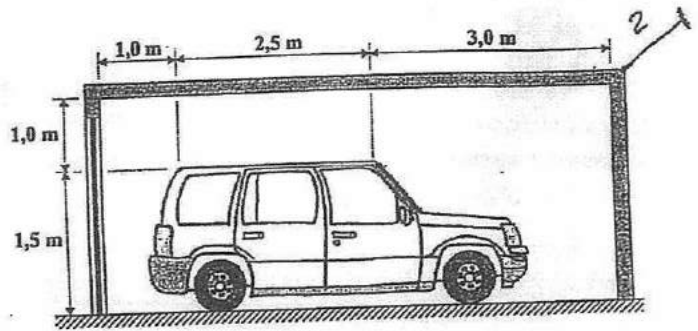

Figura 2
2. No final de uma viagem, o condutor de um veículo estaciona-o na garagem, na posição que se representa na figura 2, fechando de seguida a porta.